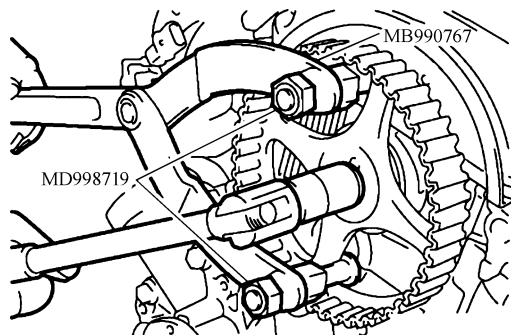

图 28-27 使用专用工具固定住凸轮轴链轮
- 1) 按照图 28-27 所示, 用专用工具 MB990767 和 MD998719 固定住凸轮轴链轮, 松开凸轮轴链轮螺栓。